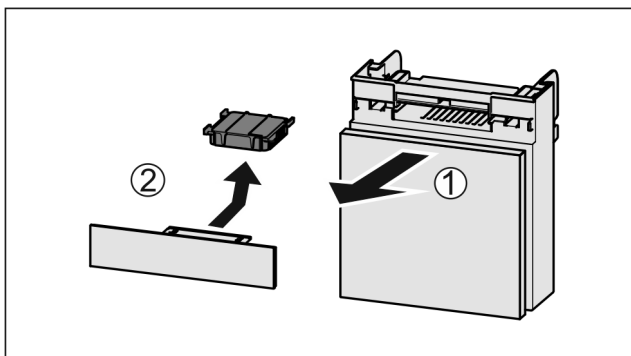

Fig. 174
- Tërhiqni kutinë nga përpara Fig. 174 (1).
- Hiqni filtrin me karbon aktiv Fig. 174 (2).